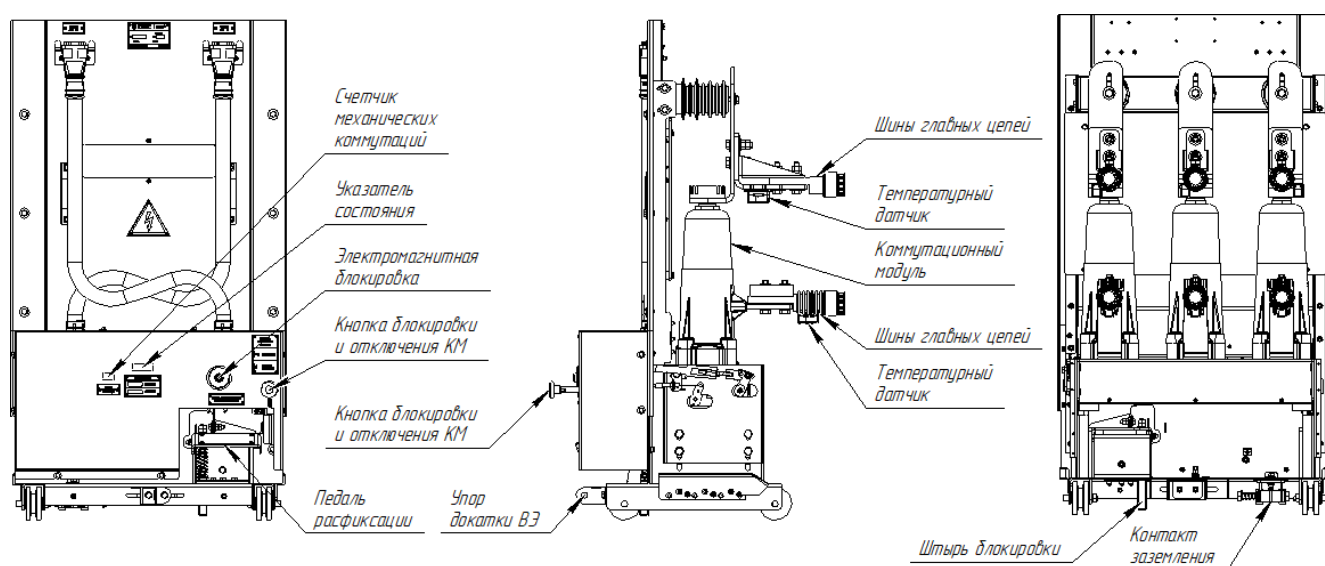

Рисунок 1 – Общий вид выкатного элемента
3. перевести кнопку блокировки коммутационного модуля в положение «ОТКЛЮЧЕН И ЗАБЛОКИРОВАН» (рисунок 1);